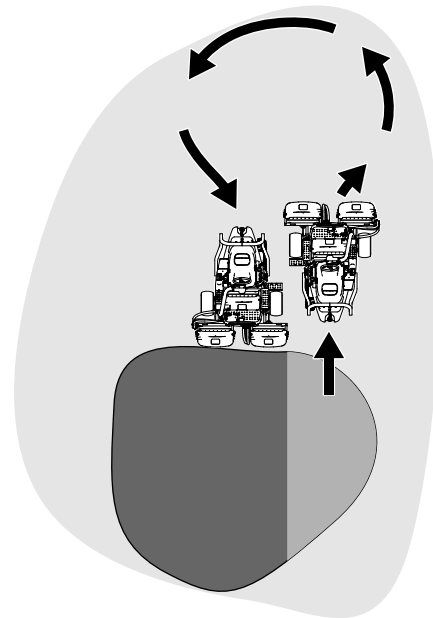

Figure 23
6. Pour réduire le temps de travail et faciliter l'alignement pour la passe suivante, tournez momentanément la machine dans la direction opposée, puis tournez-la vers la partie à tondre. Exécutez un demi-tour en « goutte d'eau » (Figure 23) pour aligner rapidement la machine pour la passe suivante.